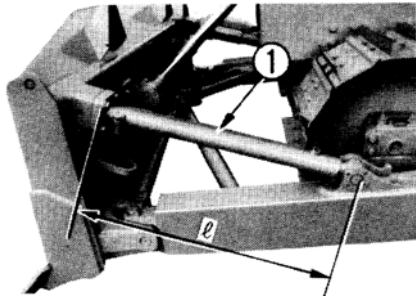

Figura 2-73
(1) La inclinación de la pala recta
Opere la barra de manejo de pala, para que la pala se incline 300mm, cambie la longitud (L) de la varilla de la izquierda (figura 2-73), puede inclinar más a 15.75°. Generalmente la longitud (L) de la varilla (figura 2-73) es de 1.166m, y la pala puede inclinar en la esfera de 15.75°. No trate de inclinar la pala a más de 400mm, para evitar que se produzca los efectos negativos.
(2) El ajuste del separador